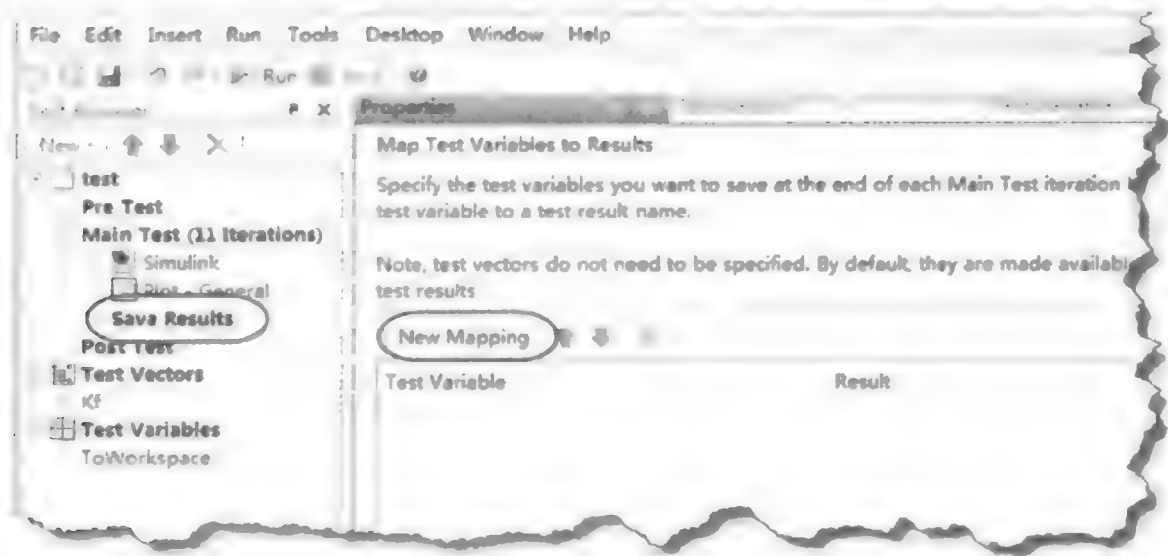

图 9.5.16 添加输出结果
(7) 添加输出结果。选中 System Test 主窗口的左侧窗口的 Save Results 选项,在中间窗口单击 New Mapping 按钮,新增输出结果映射,如图 9.5.16 所示。